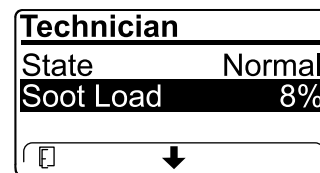

Рисунок 45
- Посмотрите объем сажи, измеряемый в виде процентов в DPF (Рисунок 45); см. таблицу объема сажи.